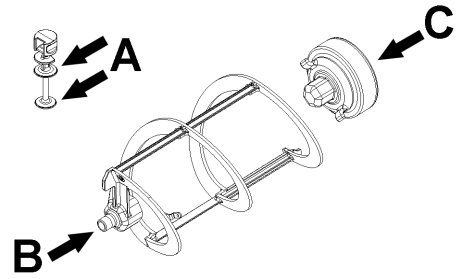
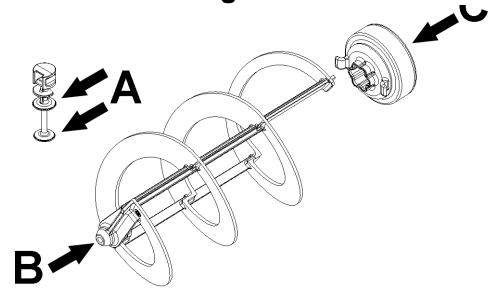

figura 19
figura 20
- 2 Lubrificar el pistón del grifo de erogación, el empalme hexagonal y el mezclador en los puntos indicados en la figura 19 (NG6) o figura 20 (NG10) utilizando exclusivamente la grasa que se entrega de serie con la máquina u otra grasa para
- 3 Montar de nuevo el grifo de erogación en el recipiente con secuencia inversa respecto a la de la figura 19 o figura 19.